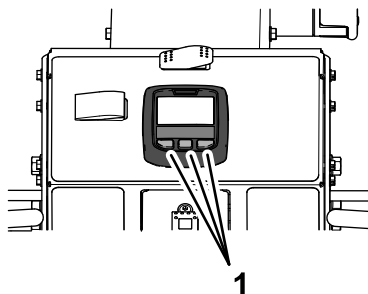

Figura 31
3. Apăsai pe oricare dintre butoanele InfoCenter (Figura 31).